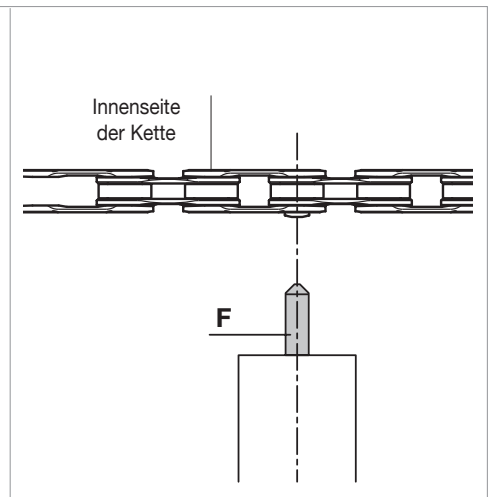

Abb.18
- Kontrollieren Sie, dass die konische Spitze des Schiebers genau auf die Mitte der Hülse Ultra-link 5-CN-SR700 (Abb. 18) ausgerichtet ist.